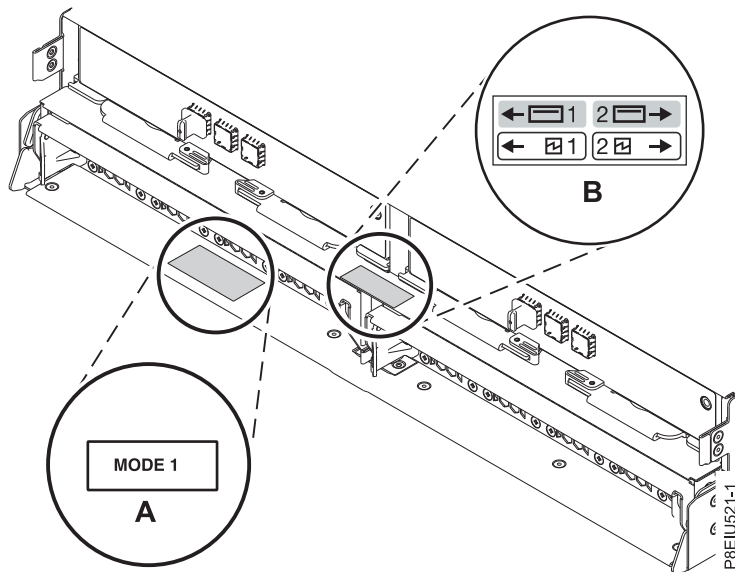

図 12. 5147-024、ESLL、またはESLS ストレージ・エンクロージャーの背面のモード・ステッカーの位置
2. エンクロージャーの背面のステッカーに印刷されている情報を使用して、工場出荷時に設定されたエンクロージャーのモードを確認します。ステッカーは、シャーシ **(A)** の下方左側のシェルフ、およびエンクロージャー・サービス・マネージャー・モジュール **(B)** の間にある中央の支えに貼られています。ステッカーは、エンクロージャーがモード 1、モード 2、またはモード 4のいずれに設定されているかを示しています。詳細については、図 12を参照してください。